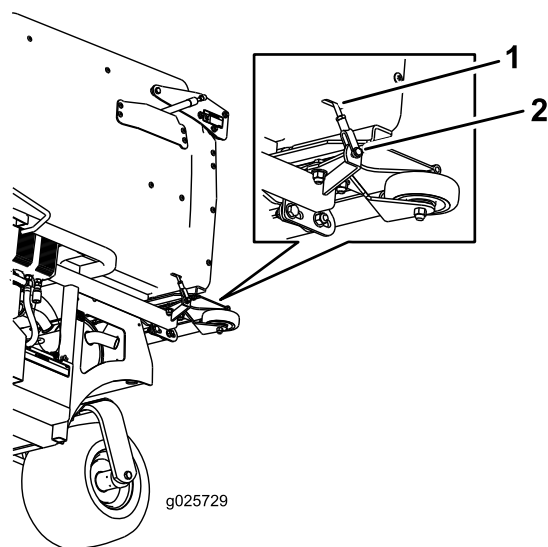

Figura 13
9. Enrute los cables a través de las guías de los cables y a través de las ranuras de la parte inferior de la tolva (Figura 13).